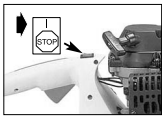

Fig. 3A
3. Corra el interruptor de ignición a la posición "ON (I)" (Fig. 3A).